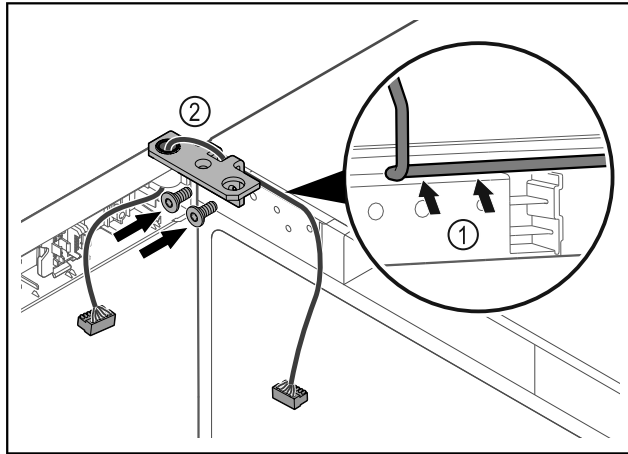

Fig. 55
- ▶ Kabel durch die Ausparung des Scharnierwinkels führen und vorsichtig verlegen Fig. 55 (1).
- ▶ Scharnierwinkel Fig. 55 (2) anschrauben.